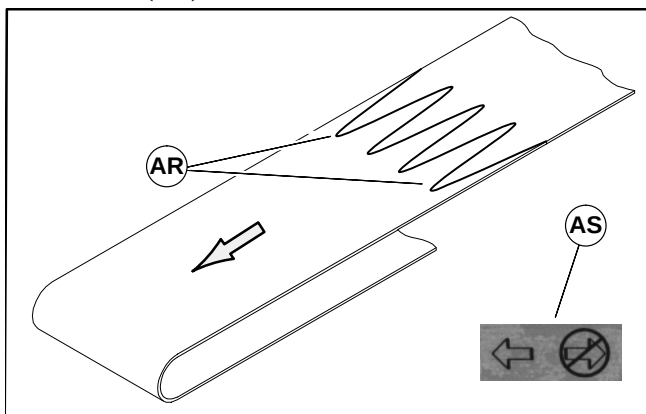

Abbildung 23
1. Das Förderband so ausrichten, daß die Spitzen der Gurtspleißung (AR siehe Abbildung 23) laut Angaben auf dem Etikett in die Laufrichtung des Gurtes weisen (AS).
2. Das Förderband so ausrichten, daß die Spitzen der Gurtspleißung (AR siehe Abbildung 23) laut Angaben auf dem Etikett in die Laufrichtung des Gurtes weisen (AS).